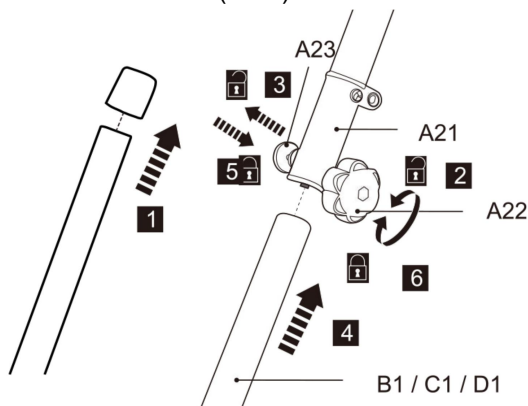

Fig. 3
37. Ta bort det förmonterade skyddslocket från den nedre stolpen (B1/C1/D1) (Fig.3, steg 1) .
38. Lossa låsknappen (A 22) , men ta inte bort e helt (Fig.3 , steg 2).
39. Rikta in och för in den nedre stolpen (B 1/C 1/D 1) i låshylsan (A 21) , samtidigt som du drar i fjädern bult (A 23) (Fig. 3 , steg 3 och 4) .
40. Vrid den nedre stängen lätt för att passa in hålet med fjädern bult (A23) . Släpp fjädern bult efteråt för att säkra den nedre stängen på plats. Säkerställ fjädern bulten snäpper i hålet (Fig.3 , steg 5) .
6. Dra åt låsvredet (A 22) för att säkra anslutningen (Fig.3, steg 6) .